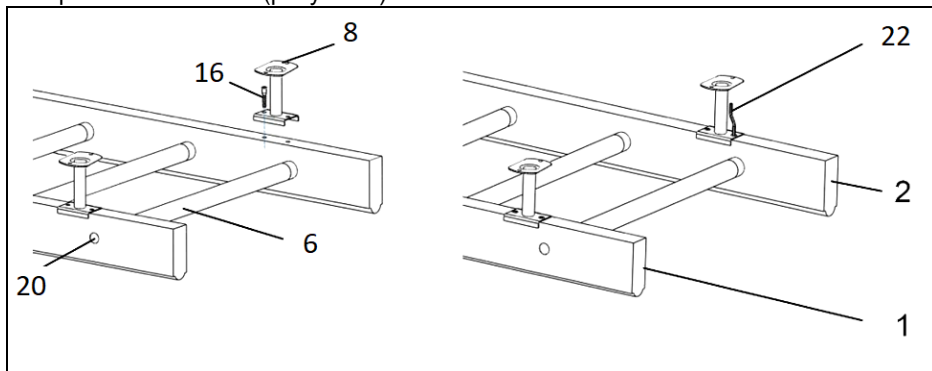

Рисунок 3
4.4. Установить заглушки (№20) Установить пристенные крепежные кронштейны (№8) на стойки (№1, №2) и закрепить их конфирматами (№16) при помощи ключа (№22) (рисунок 3).